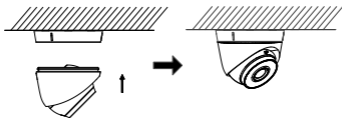

图3-7 组合固定罩
**步骤4** 将球芯套入固定罩，把固定罩向上推入底座并旋转后卡紧，使底座标示与固定罩缺口错开，保证摄像机不松脱，如图 3-7 所示。